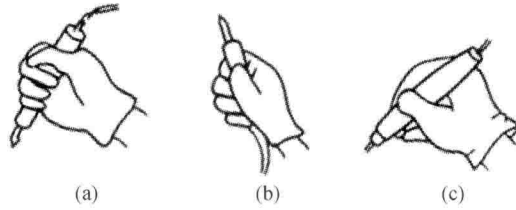

图 1-2 电烙铁的三种握法
(2) 电烙铁的使用方法及注意事项。一般采用坐姿焊接，工作台和座椅的高度要合适。焊接操作者握电烙铁的方法有三种，如图 1-2 所示。
1) 试说明图 1-2 中 (a)、(b)、(c) 分别对应的握法是_____、_____、_____。